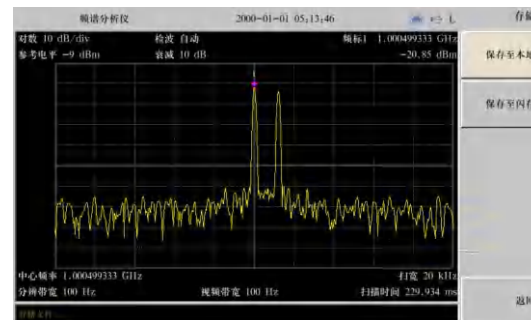

图 4-3 100Hz分辨带宽
- 按[分辨率带宽 自动 手动]键，设置分辨带宽为手动输入1kHz。可以看到屏幕上出现两个信号，如图4-3所示；使用按键【↓】继续降低分辨带宽，可以更清楚的看到两个信号。